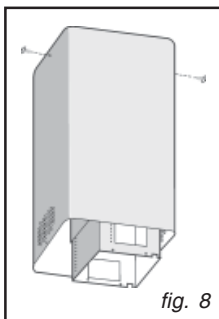
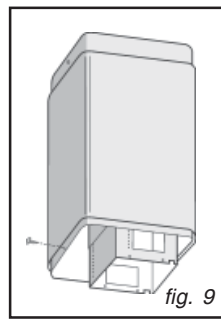

fig. 8
fig. 9
- Prenez le tuyau supérieur (celui ayant les ouvertures rondes) et enfiler-le sur la structure télescopique, les ouvertures vers le bas; fixez le tuyau sur l'étrier à l'aide de 2 vis (Fig.8).
Prenez le tuyau supérieur (celui ayant les ouvertures rondes) et enfiler-le sur la structure télescopique, en plaçant les fentes vers le bas; fixez le tuyau à l'étrier à l'aide des 2 vis (Fig. 8). Prenez le tuyau inférieur et enfiler-le de la même manière que l'autre; faites-le coulisser vers le haut et bloquez-le dans cette position à l'aide d'une vis passée dans l'orifice du tuyau supérieur (Fig.9). Prenez la bride avec le clapet anti-retour en métal (Fig.10H) et assemblez-la sur la bouche d'évacuation de l'air de votre hotte, au moyen d'une pression légère.